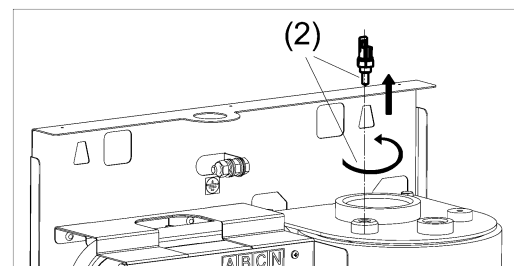

Рисунок 14. Замена датчика температуры теплоносителя
- (1) Отсоедините наконечники жгута управления от датчика.
- (2) Выверните датчик (см. рис. 14) из теплообменника.
- (3) Вверните новый датчик в теплообменник, при уплотнении резьбы используйте специальный резьбовой герметик.
- (4) Подсоедините наконечники жгута управления.
- (5) Проверьте герметичность установки датчика.
- (6) Проверьте надёжность контактов электрического подсоединения.